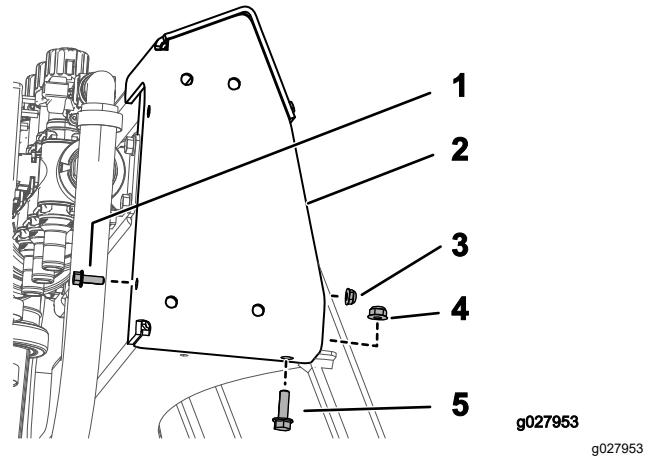

Figura 9
- Monte el soporte superior usando 1 perno ($\frac{1}{4}$ "-20 × $\frac{3}{4}$ "), 1 tuerca ($\frac{1}{4}$ "-20), 1 perno autoblocante (5/16"-18 × 1") y 1 tuerca con arandela prensada (5/16"-18), como se muestra en la Figura 9.